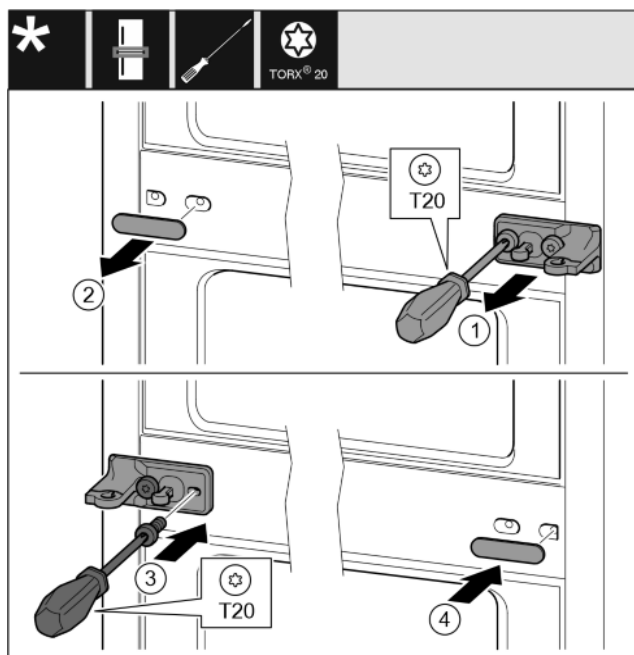

Fig. 26
- Húzza le a lemezt. Fig. 26 (1)
- Csavarja ki a csavarokat a T20 csavarhúzóval. Fig. 26 (2)
- Óvatosan húzza le a fedelet. Fig. 26 (3)
- Csavarozza fel szilárdan, 180°-kal elfordítva a csapágybakot a fóliával a másik oldalra. Fig. 26 (4)
- Szerelje fel a fedelet a másik oldalra, 180°-kal elfordítva. Fig. 26 (5)
- Tolja fel a lemezt előlről. Fig. 26 (6)